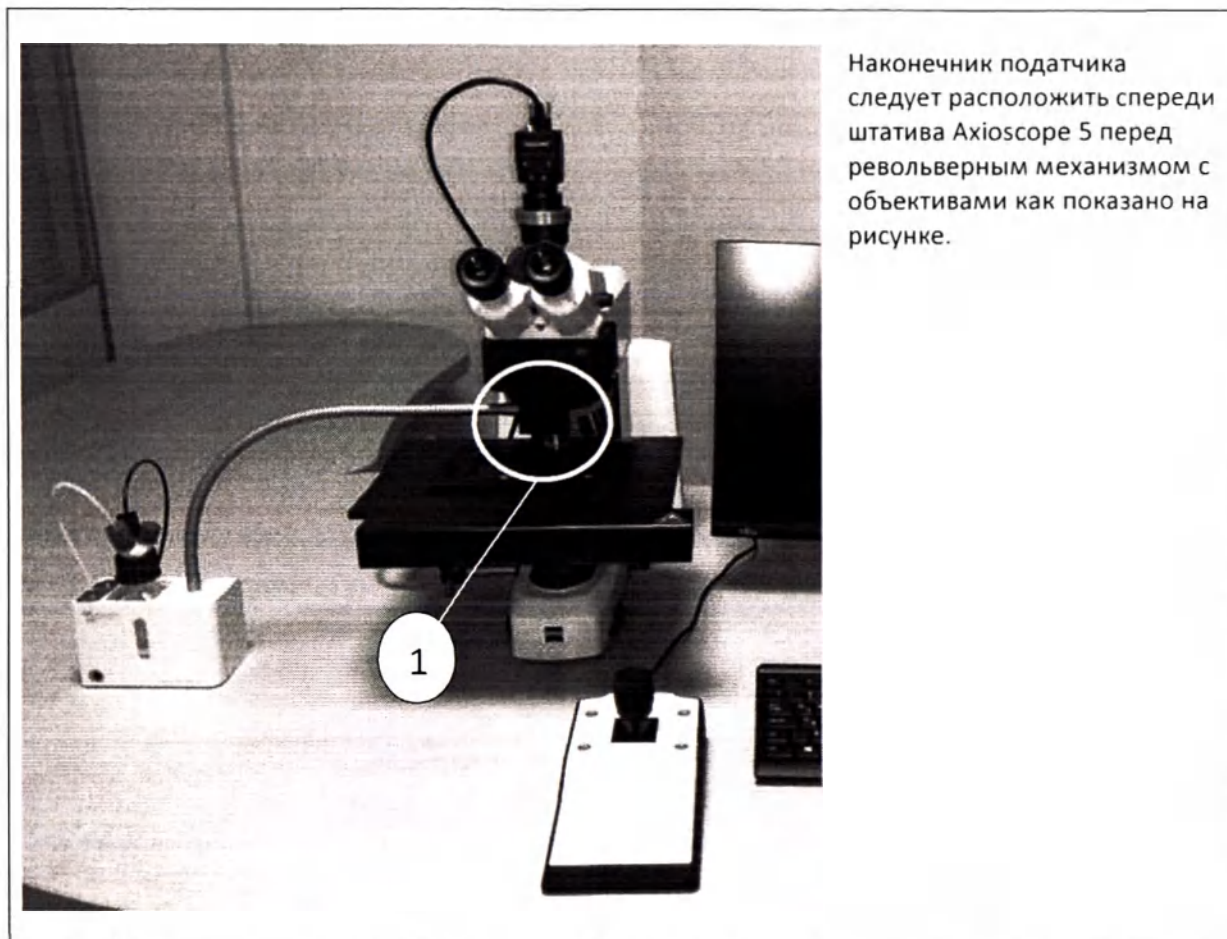

Рисунок 115 – Расположение наконечника податчика иммерсионного масла
2. Перед началом работы расположите наконечник (①Рисунок 115) над кассетой со стеклослайдами так, чтобы наконечник находился перед револьверной головкой штатива Axioscope 5.